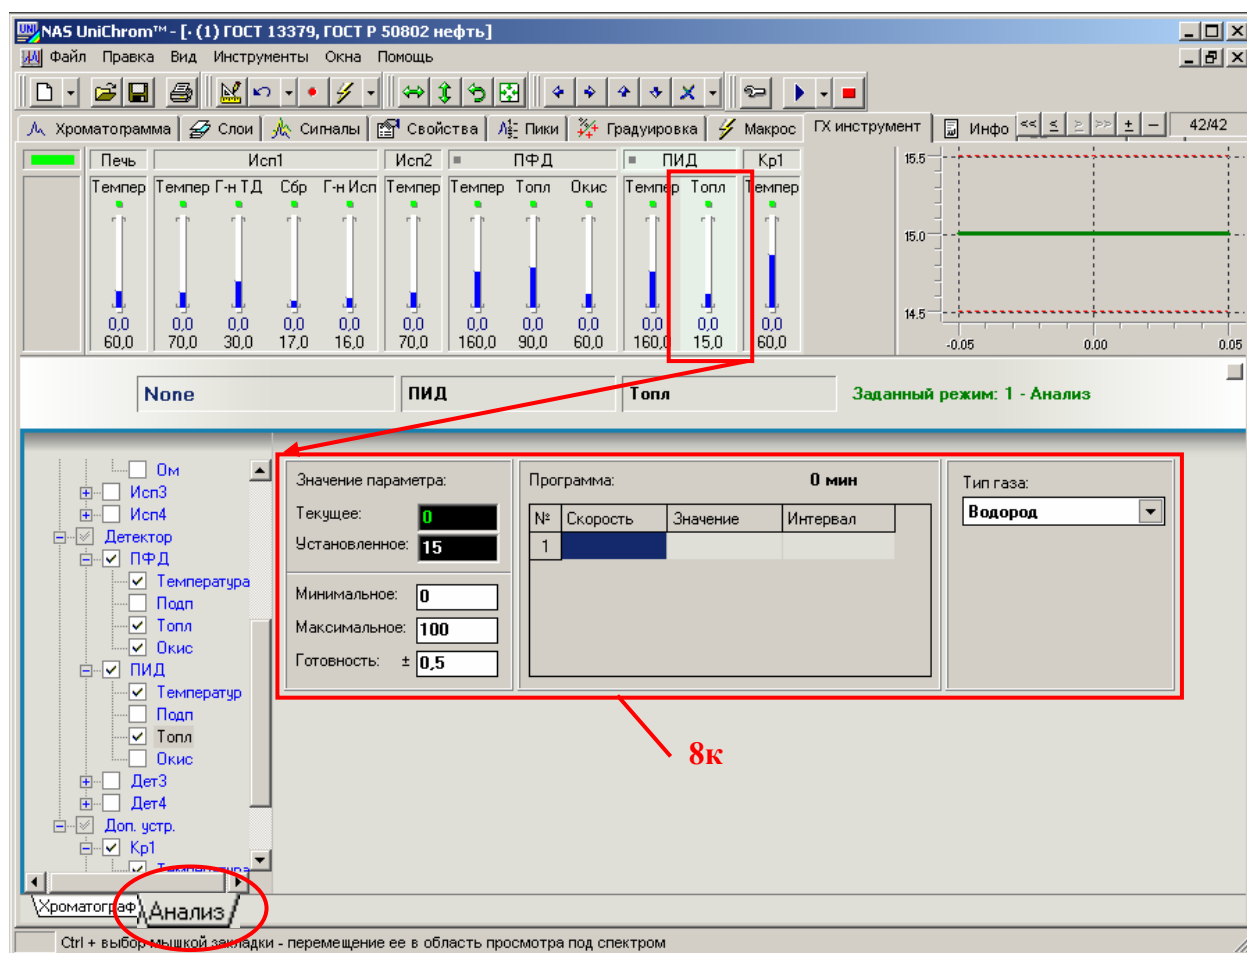

Рис. 19. Установка расхода водорода в горелке ПИД.
- Подведите курсор мыши в область «рисованного» регулятора «Топл» в зоне детектора ПИД (см. Рис. 19).